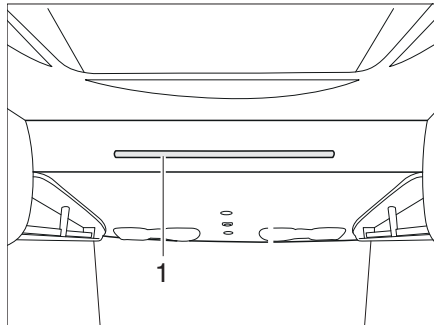

Fig. 143 Cama elevada manual
- Presionar la cama elevada con ambas manos de la barra de soporte (Fig. 143,1) hacia abajo.
- Enganchar la escalera de ascenso en la barra de soporte (Fig. 143,1) de la cama elevada con los dos ganchos.